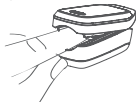

Figura 6
3. Inserte completamente el dedo de prueba en la cavidad del Oxímetro como se muestra en el Figura 6.